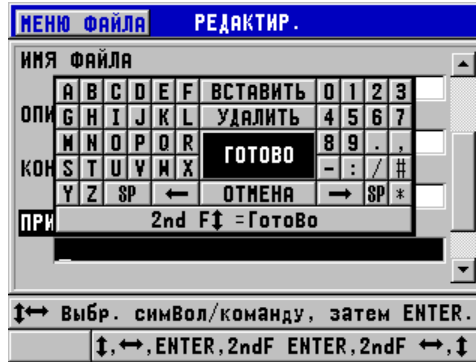

Рис. 6-29 Редактирование информации нового файла
2. В окне **РЕДАКТИР.** (см. Рис. 6-29 на стр. 118):